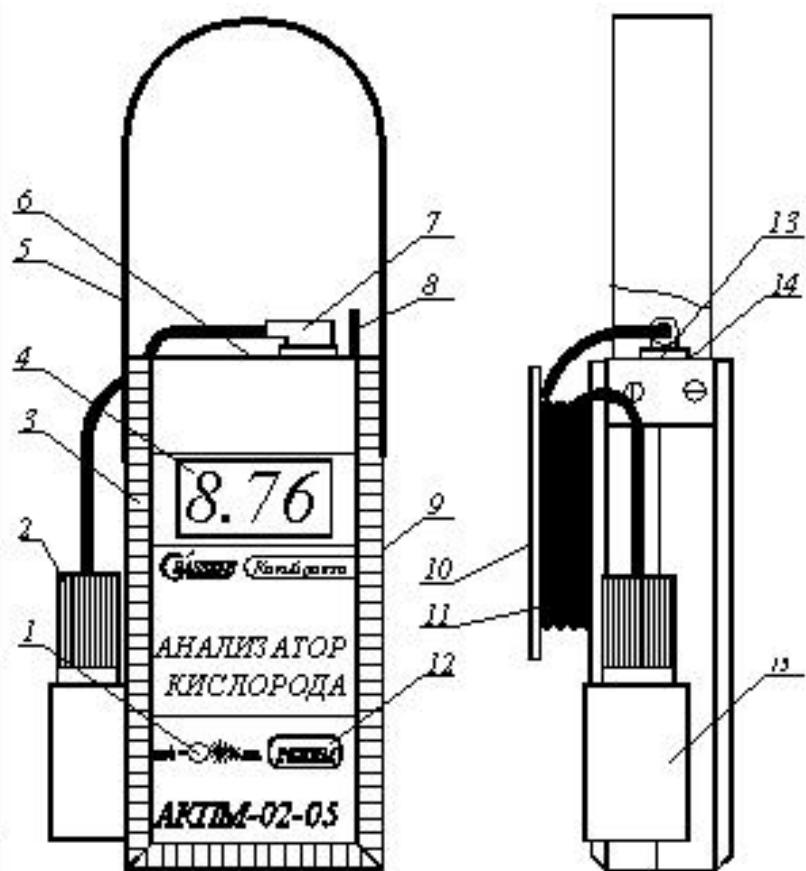

Рис. 2.
1. К розетке 7 (см. рис. 2) подключить имитатор нуля (входит в комплект поставки). С помощью клавиши «Режим» перевести анализатор в режим измерения «мг/л». Показания анализатора должны быть равны нулю (в противном случае установить их равными нулю с помощью потенциометра 6 (“Ноль”). К розетке 16 токового выхода анализатора (контакты 1 и 4) подключить миллиамперметр. С помощью потенциометра 17 («0/4 мА») установить показания миллиамперметра на значение 0.00 – 0.02 мА.
2. К розетке 7 (см. рис. 2) подключить имитатор “10.0” (входит в комплект поставки). После достижения устойчивых показаний произвести их отсчет и запомнить. Потенциометром 9 “КАЛИБРОВКА” установить показания анализатора на значение 10.0 ± 0.05 . С помощью потенциометра 18 («5/20 мА») установить показания миллиамперметра на значение 5 мА. Установить потенциометром 9 “Калибровка” показания анализатора на прежнее значение.
2. К розетке 7 (см. рис. 2) подключить имитатор “10.0” (входит в комплект поставки). После достижения устойчивых показаний произвести их отсчет и запомнить. Потенциометром 9 “КАЛИБРОВКА” установить показания анализатора на значение 10.0 ± 0.05 . С помощью потенциометра 18 («5/20 мА») установить показания миллиамперметра на значение 20 мА. Установить потенциометром 9 “Калибровка” показания анализатора на прежнее значение.
1. К розетке 7 (см. рис. 2) подключить имитатор нуля (входит в комплект поставки). С помощью клавиши «Режим» перевести анализатор в режим измерения «мг/л». Показания анализатора должны быть равны нулю (в противном случае установить их равными нулю с помощью потенциометра 6 (“Ноль”). К розетке 16 токового выхода анализатора (контакты 1 и 4) подключить
2. К розетке 7 (см. рис. 2) подключить имитатор “10.0” (входит в комплект поставки). После достижения устойчивых показаний произвести их отсчет и запомнить. Потенциометром 9 “КАЛИБРОВКА” установить показания анализатора на значение 10.0 ± 0.05 . С помощью потенциометра 18 («5/20 мА») установить показания миллиамперметра на значение 16 мА.